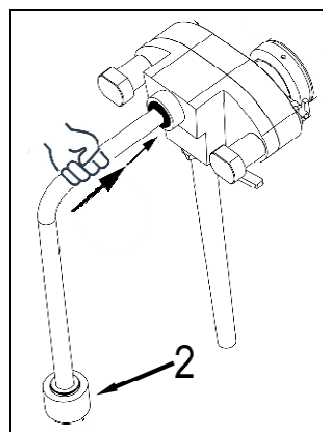

Fig. 34
- Introduire le tuyau de raccordement dans la pompe et dans le raccord de bac en veillant toujours à ce qu'il y ait deux « clic » de blocage. Vérifier manuellement l'étanchéité du tuyau. Lubrifier le filetage du raccord de bac 2 avec le lubrifiant alimentaire fourni avec la machine et visser délicatement le raccord sur le fond de cuve (fig. 34).